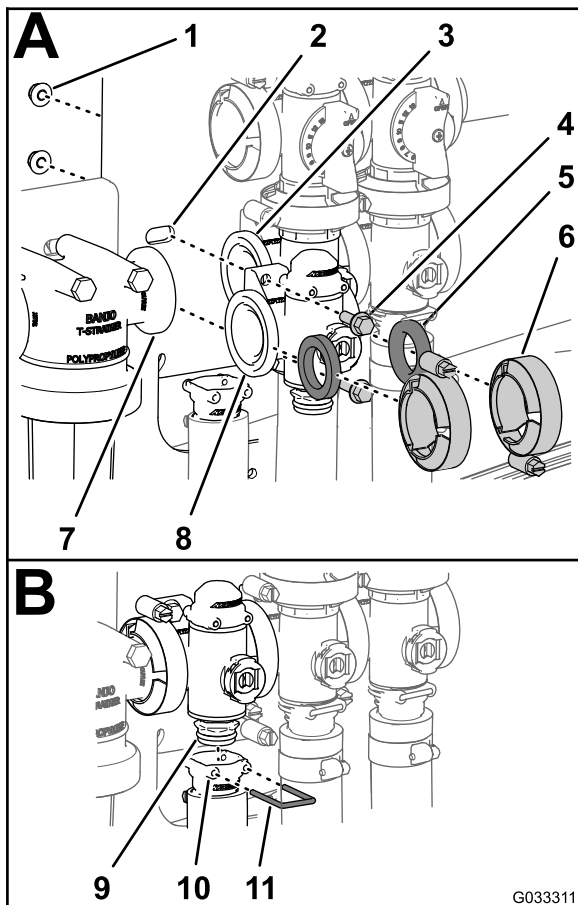

Bild 75
1. Fluchten Sie eine Dichtung zwischen den Flanschen des Dosierungsregelventilverteilers und dem Druckfilterkopf aus (A in Bild 75)
einer Klemme und ziehen sie mit der Hand an (A in Bild 75).
3. Fluchten Sie eine Dichtung zwischen den Flanschen des Dosierungsregelventils und dem Rührwerkventilverteilers aus (A in Bild 75)
4. Montieren Sie den Dosierungsregelventilverteiler, die Dichtung und den Rührwerkventilverteiler mit einer Klemme und ziehen sie mit der Hand an (A in Bild 75).
5. Befestigen Sie das Dosierungsregelventil mit den zwei Bundkopfschrauben und den zwei Sicherungsbundmuttern (A in Bild 75), die Sie in Schritt 3 von Entfernen des Verteilers für das Dosierungsregelventil (Seite 67) entfernt haben, an der Ventilhalterung und ziehen Sie die Schraube und Mutter bis auf 10,17-12,43 N·m an.
6. Montieren Sie das Auslaufanschlussstück am unteren Endkappen-Anschlussstück des Verteilerventils (B in Bild 75).
7. Stecken Sie einen Halter in den Sockel des Auslaufanschlussstückes, um das Endkappen-Anschlussstück am Auslaufanschlussstück zu befestigen (B in Bild 75).